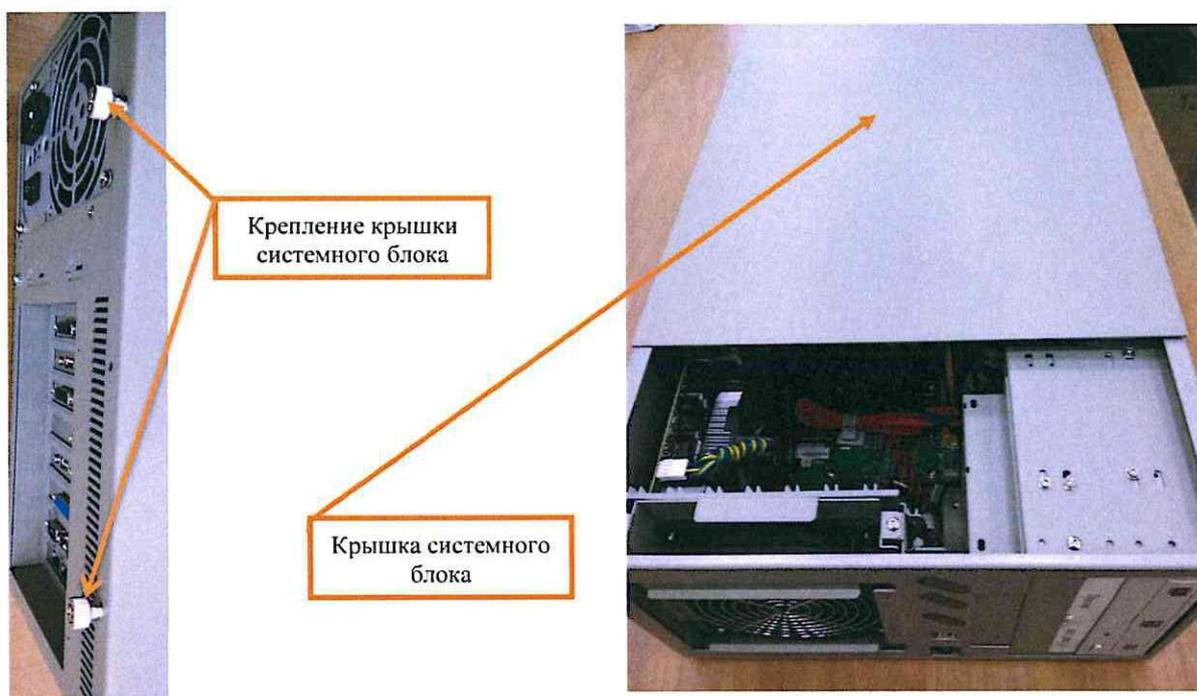

Рисунок 3. Вид системного блока со снятой крышкой.
7.1.4 Отвернуть крестовой отверткой болты на правой боковине системного блока и снять крышку (Рисунок 3).